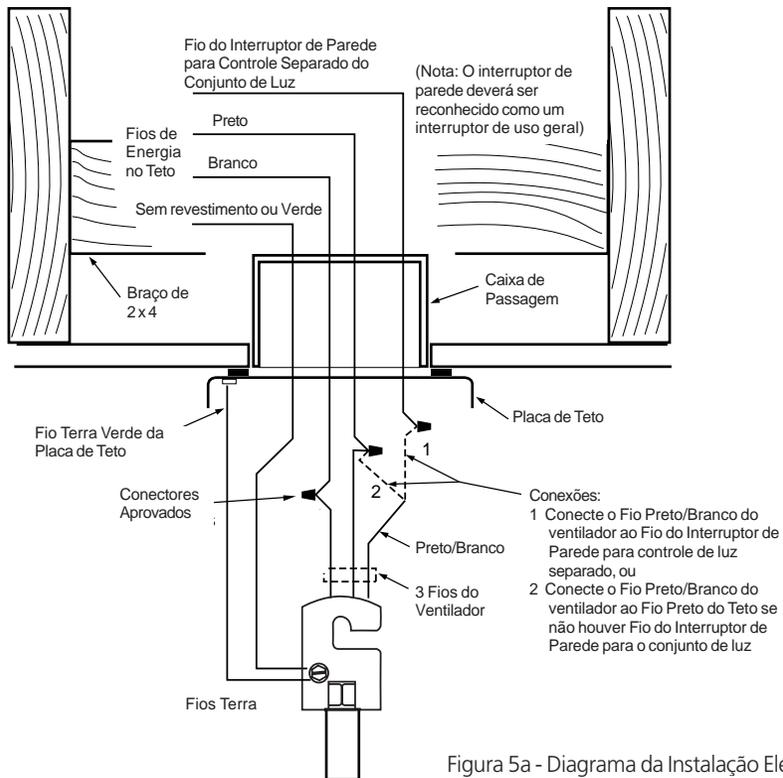

Figura 5a - Diagrama da Instalação Elétrica
4. Conecte os fios como indicado na Figura 5a. Para conectar os fios, torça juntas as extremidades de metal. Coloque um prendedor de fio sobre a extensão do fio entrelaçado e torça no sentido horário até que fique bem preso como mostrado.